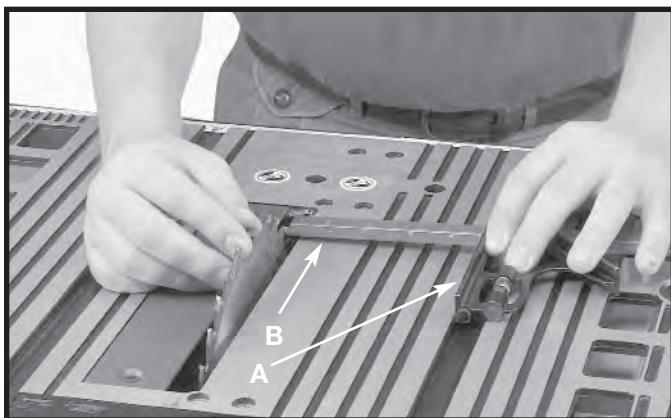
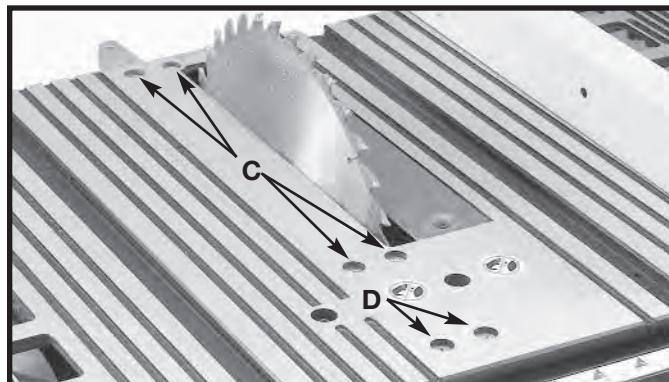

Fig. 35
Fig. 37
2. O indicador mostra a distância entre a guia de corte e a lâmina. Se for preciso fazer ajustes, afrouxe o parafuso (C) Fig. 37 e faça o ajuste.
3. Utilize um esquadro regulável (A) Fig. 35 em contato com a fenda do graminho e ajuste o esquadro (B) até que este toque o dente marcado.
5. Se as medidas frontal e posterior (Figs. 35 e 36) não forem idênticas, você pode ajustar a lâmina. Comece afrouxando as porcas dos quatro parafusos (C) Fig. 37 na bancada. Em seguida, afrouxe os parafusos (C). Mova cuidadosamente a lâmina da serra até que esta fique paralela à fenda do graminho. Ao final, aperte as quatro porcas sob a bancada e os quatro parafusos (C) Fig. 37 de forma segura.
OBSERVAÇÃO: Se não for possível fazer um ajuste suficiente afrouxando os parafusos(C) Fig. 37, afrouxe o parafuso (D) Fig. 37 necessário para fazer o ajuste.